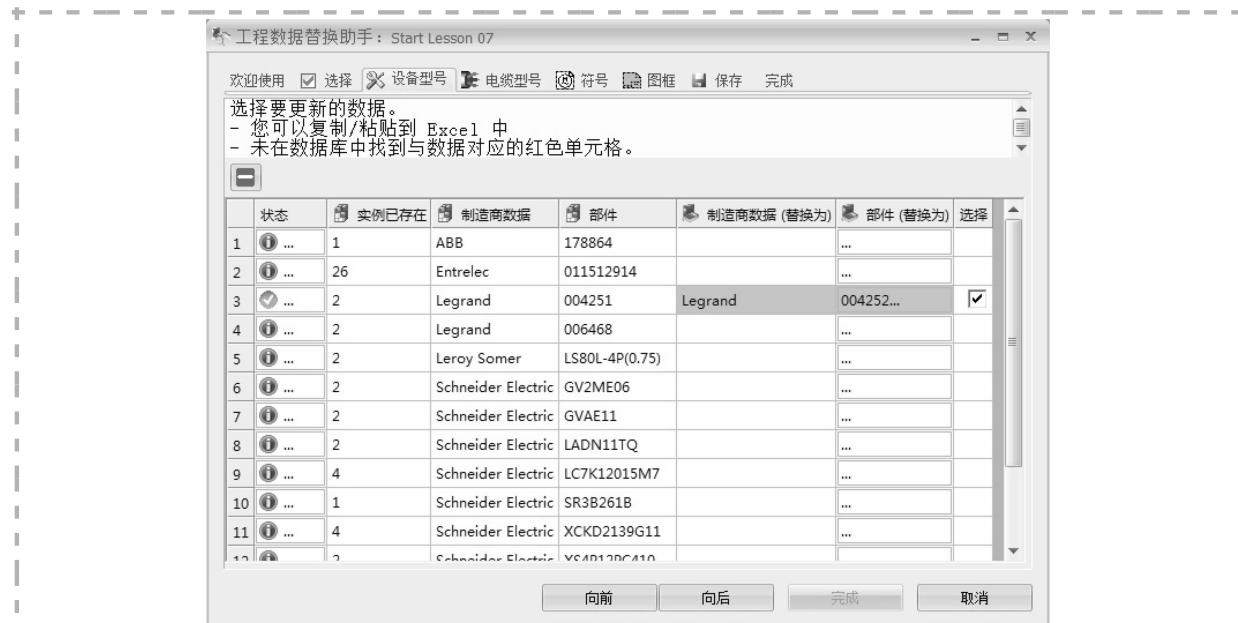

图 7-10 替换设备
**步骤 11 替换设备** 双击【部件(替换为)】Legrand 004251。如图 7-10 所示选择 004252，单击【选择】。单击【向后】。